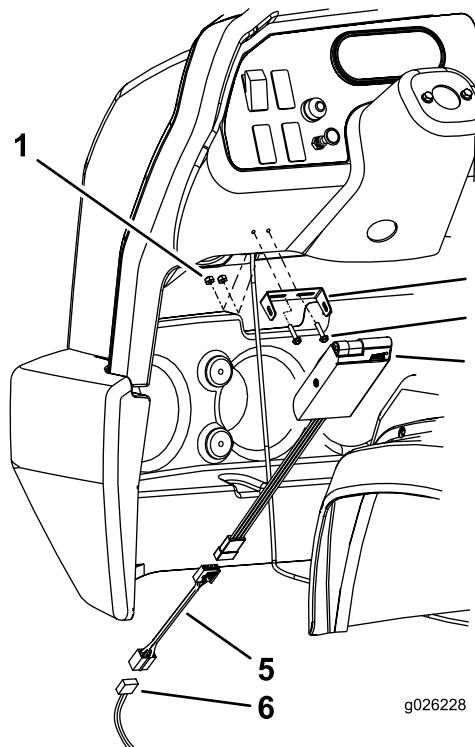

Figura 1
- Utilizando o suporte do controlador como modelo, localize, marque e faça dois furos com 4,8 mm. de diâmetro no centro da parte plana do painel de instrumentos, à esquerda do volante como se mostra em (Figura 1).
- Monte o controlador dos travões no painel de instrumentos com os dois parafusos (10-24 x 7/8 pol.) e porcas fornecidos (Figura 1).